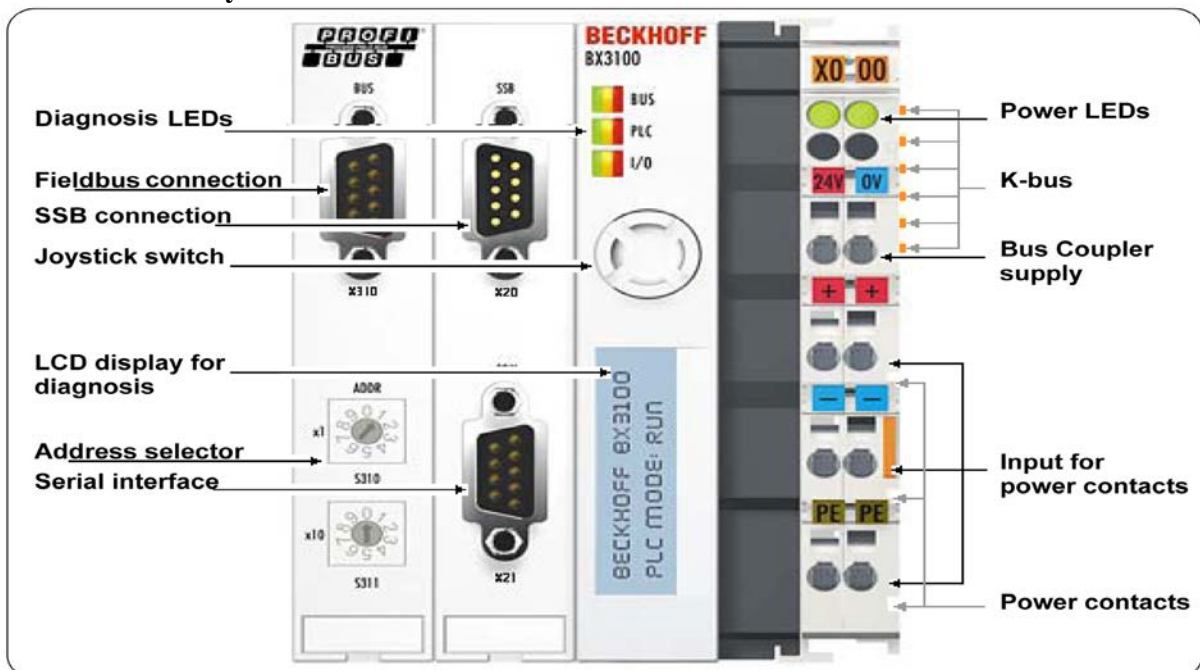

fig. 3.1
- moduli I/O aggiuntivi, alimentati tramite i contatti di potenza ("Power contacts", in fig. 3.1);
- interfaccia del bus di campo ("Fieldbus connection", in fig. 3.1).
Sul lato destro del Bus Terminal Controller ci sono 3 contatti a lamella ("Power contacts" in fig. 3.1) per la distribuzione della tensione per le unità periferiche esterne ai vari Moduli I/O aggiuntivi.
La linguetta in plastica (di colore arancio in fig. 3.1) e le guide della scanalatura in alto e in basso nel Bus Terminal Controller e nei Moduli I/O aggiuntivi, garantiscono che i contatti a lamelle siano saldamente effettuati.